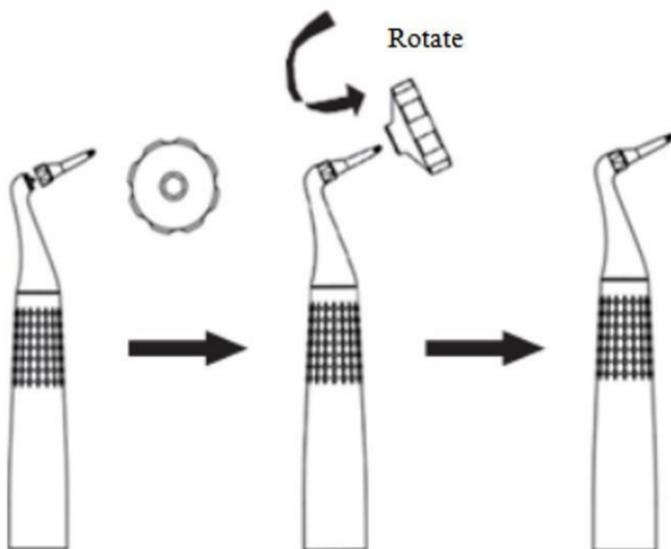

Fig. 6 Travamento do bocal
2.3.5.2 Instale o bico antes do uso, retire o bico e acople-o à extremidade da peça de mão subgengival. Gire a porca do bico até a cabeça da peça de mão e, em seguida, trave o bico com uma chave, conforme mostrado na Fig. 6.